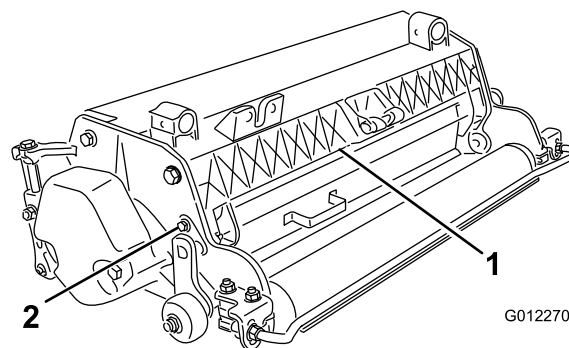

Figura 5
1. Afloje los pernos del pivote del deflector de hierba (Figura 5).
2. Gire el deflector de hierba a la posición deseada, y apriete los pernos (Figura 5).